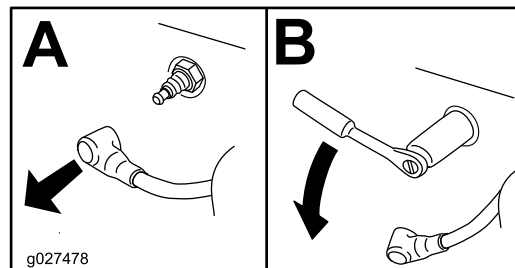

Figura 52
4. Togliete la candela (Figura 52).